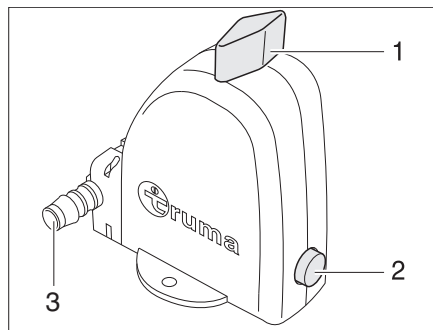

Fig. 201 Valve de sécurité et de vidange du chauffe-eau - Position de fonctionnement
Le chauffe-eau est équipé d'une valve de sécurité et de vidange (Fig. 201). La valve de sécurité et de vidange empêche que l'eau ne gèle dans le chauffe-eau lorsque le chauffage n'est pas allumé en cas de gel.
- ▷ Veiller à ce que la tubulure d'évacuation (Fig. 201,3) de la valve de sécurité et de vidange ne soit jamais obturée (p. ex. par des feuilles, du gel).
- Contrôler si l'interrupteur rotatif (Fig. 201,1) est en position "Fonctionnement" et est verrouillé.
- Actionner le bouton-poussoir (Fig. 201,2), la vanne de vidange est fermée.